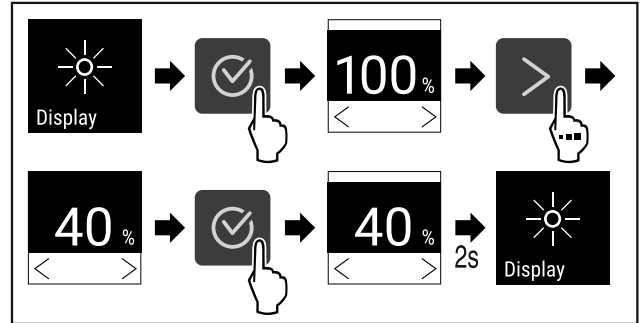

Fig. 82
- ▶ Изпълнете стъпките (виж Fig. 82).